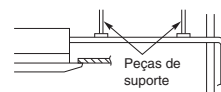

Fig. 3-14
- Não aplique força à tubagem no lado da unidade quando ligar o tubo de drenagem. O tubo não deve ficar suspenso sem um suporte desde sua ligação à unidade. Aperte o tubo numa parede, armação ou outro suporte o mais próximo possível da unidade. (Fig. 3-14)